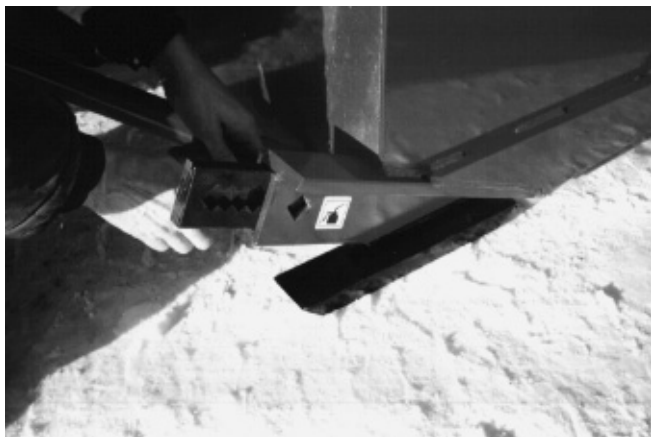

Figure 29
- 5) Faire l'ajustement des patins ajustables selon les conditions du terrain où vous utilisez la souffleuse (Fig. 29).